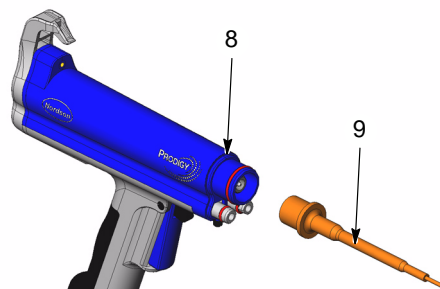

Figure 4 Dépose du porte-résistance
7. Voir la figure 4. Dévisser le porte-résistance (9) du multiplicateur (8).
4. Voir la figure 4. Visser le porte-résistance sur le multiplicateur (8).